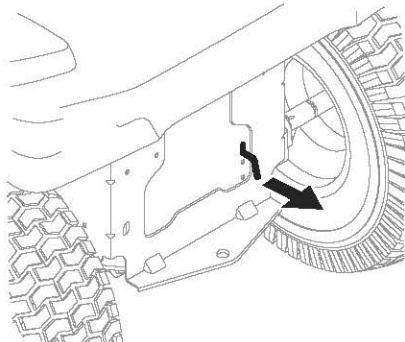

Figura 1
1. Acople la varilla de derivación de la transmisión para mover el tractor manualmente sin ponerlo en marcha. La varilla de derivación de la transmisión está ubicada en la parte trasera del tractor, sobre el bastidor. Acople la varilla de derivación tirando hacia afuera (Figura 1).
2. Despues de mover el tractor, desacople la varilla de derivación hidrostática empujando la varilla hacia adentro (Figura 1).